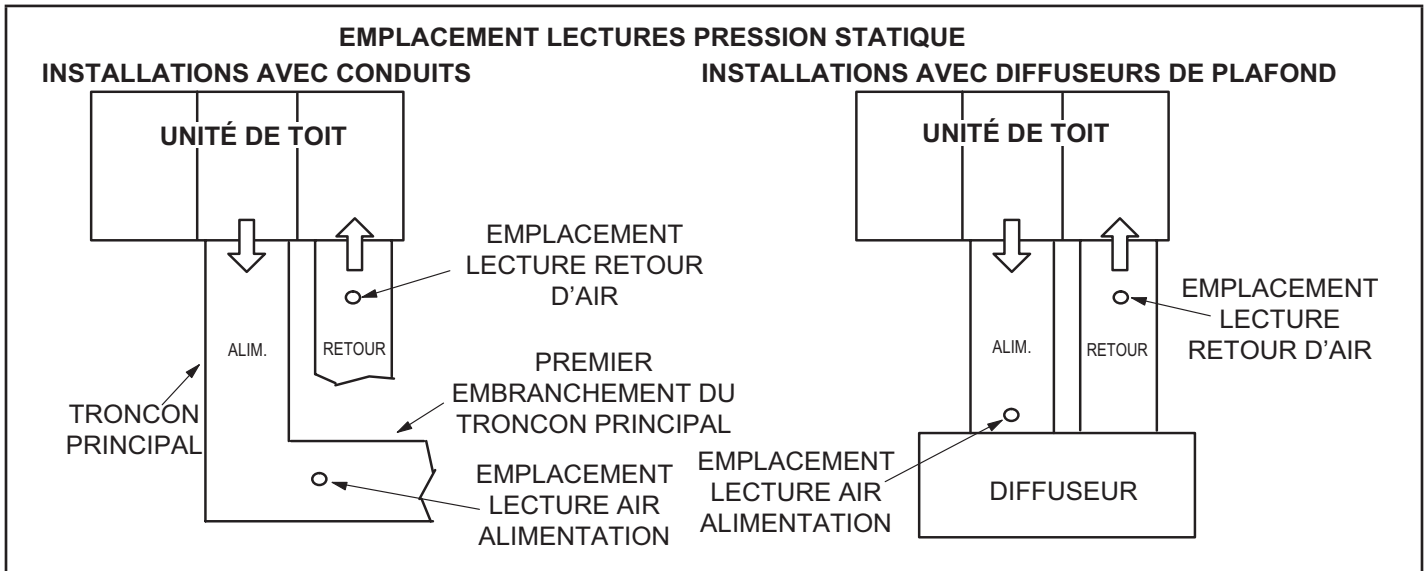

FIGURE 16
- 2 - Avec tous les panneaux d'accès en place, mesurer la pression statique à l'extérieur de l'unité (depuis l'alimentation jusqu'au retour). Les données de rendement du ventilateur sont basées sur les mesures de pression statique réalisées aux endroits indiqués à la FIGURE 16.